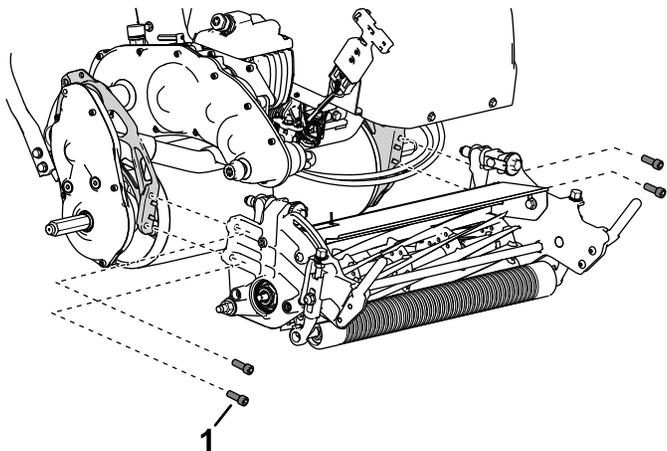

Figure 34
- Fixez l'unité de coupe au cadre à l'aide de 4 vis à tête creuse (Figure 34).